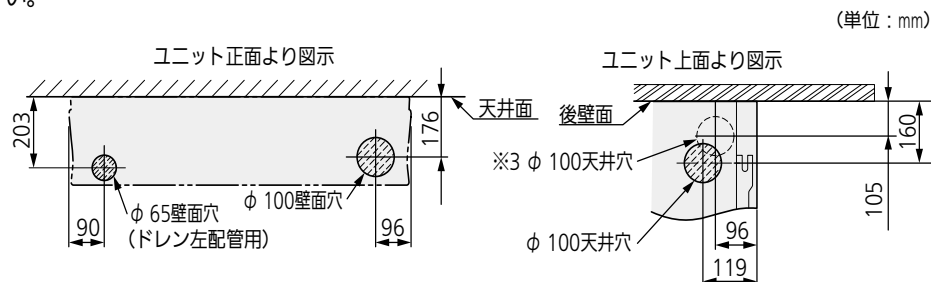

図9
- 6-6. 冷媒配管、ドレン配管の取り出し位置の壁・天井面に穴を開けてください。(図9)